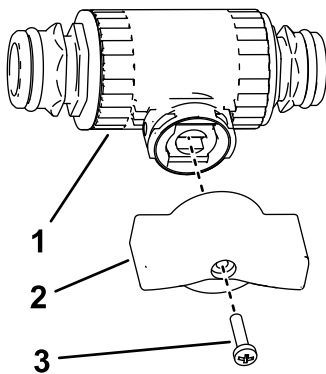

Bild 18
2. Befestigen Sie den roten Flügelgriff am Regelventil, wie in **Bild 18** dargestellt.